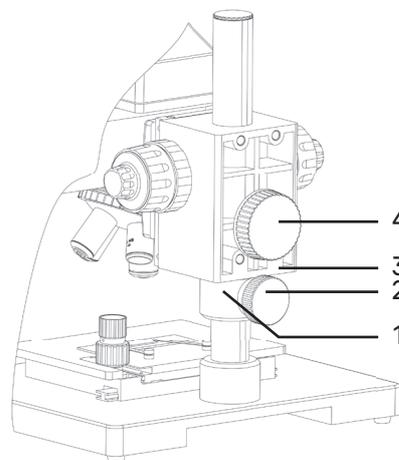

Рис. 2b.
2. Выньте штатив с основанием и корпусом 1 и поставьте его на устойчивый рабочий стол, уберите упаковочные элементы и пылезащитный чехол. Перед началом работы установите корпус на необходимую высоту. Для этого в соответствии с рис. 2b ослабьте рукоятку 2 втулки 1. Поднимите (опустите) втулку на нужную высоту. Ослабьте рукоятку 4 и переместите корпус 3 на верхнюю часть втулки.